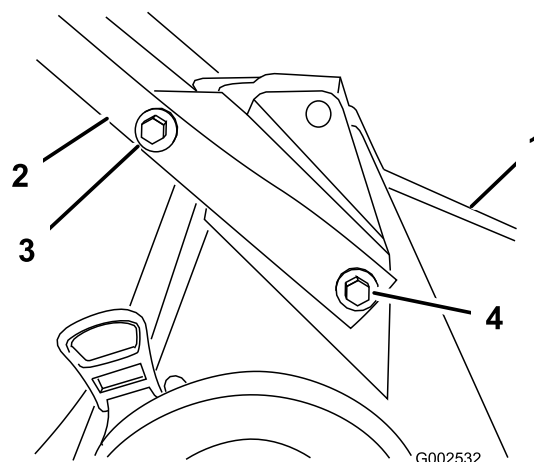

Bild 3
1. Befestigen Sie den Griff mit zwei Schrauben (5/16 x 7/8 Zoll), zwei Schrauben (5/16 x 1-1/2 inches), vier Scheiben und vier Sicherungsmuttern am Mäher (Bild 3).